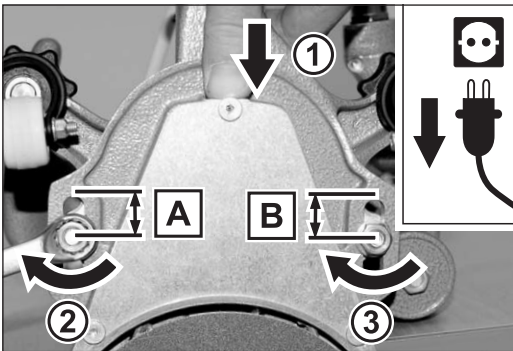

Fig. 19 ... y reapriete los mismo mientras apriete el brazo antepuesto hacia adelante usando el pulgar, a fin de mantener la correa bajo tensión.
- 4 Sujete la máquina ELAN en el tubo de aspiración oprimiendo simultáneamente con el pulgar el brazo antepuesto hacia adelante. Cuide de que las distancias de las espigas roscada en los agujeros largos sean iguales a ambos lados (fig. 19).